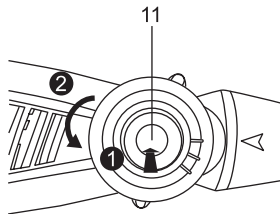

Fig. 25
1. Coloque el producto sobre una superficie estable y nivelada, con el botón de ajuste del ángulo (11) hacia arriba. Recomendamos colocar una hoja no inflamable debajo del producto.
2. Pulse el botón de ajuste del ángulo (11) mientras gira el cabezal de trabajo hacia la izquierda hasta alcanzar el ángulo deseado. Recuerde alinear la marca <math>\triangleleft</math> con la escala del botón de ajuste del ángulo (11); y asegúrese de que oye un “clic” al realizar este ajuste o de que el botón de ajuste del ángulo (11) se recupera; ya que, en caso contrario, el cabezal de trabajo no está bloqueado correctamente. (Fig. 25,26)